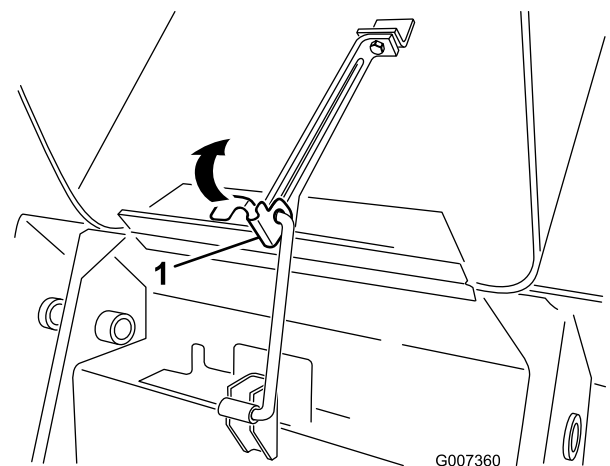

Figura 23
1. Levante la pestaña que sujeta la varilla de soporte (Figura 23).